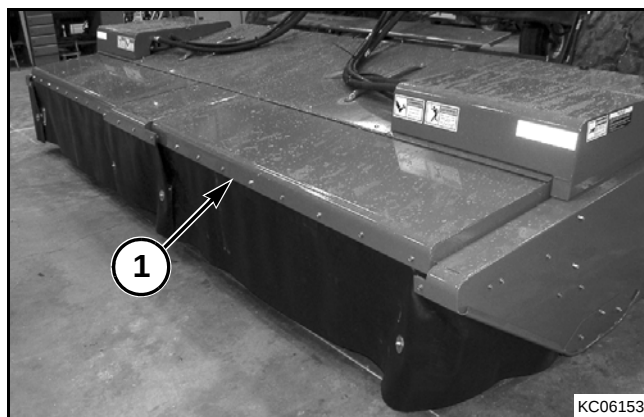

FIG. 4
FIG. 4: Visualmente revise la alineación de los blindajes (1) de un extremo del cabezal al extremo opuesto. Asegúrese que la sección central no se movió cuando el cabezal fue bajado. Ajuste la sección central si es necesario, aflojando la tornillería en la parte trasera de la sección central.